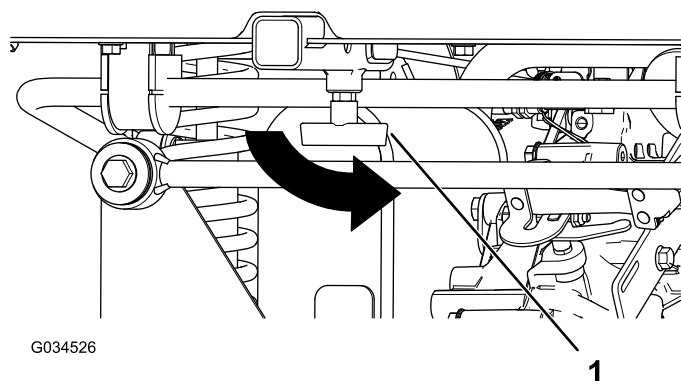

Figura 8
8. Apriete la maneta en "T" del tubo receptor (Figura 8).